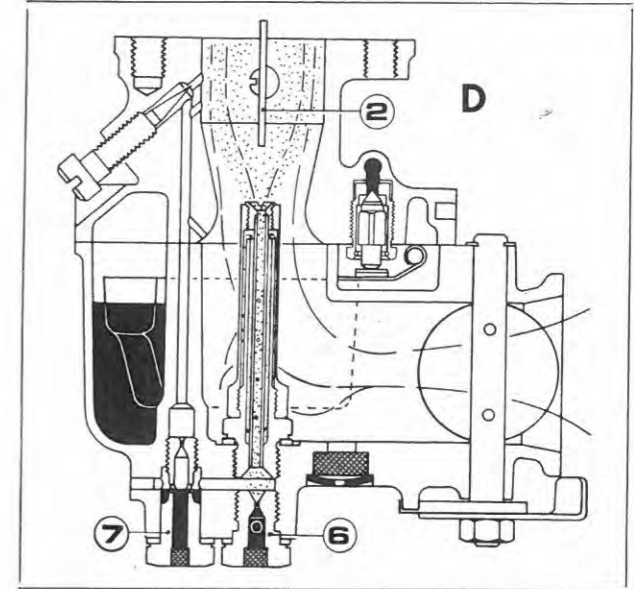

Fig. 38
D - Au maxi., avec le papillon (2) complètement ouvert, on obtient une dépression dans le conduit d'aspiration qui attire du combustible par le gicleur du maxi. (6) tandis que la sortie du mélange s'arrête à cause du manque de dépression dans le conduit du ralenti (7) (Fig. 38).
D - Maximum output: throttle valve (2) is completely open; atmospheric pressure, trying to destroy depression created at the venturi, forces fuel out of the main jet (6), while slow running jet (7) stops fuel supply (Fig. 38).
D - Bei Vollast mit völlig geöffneter Drosselklappe (2) wird in der Mischkammer ein Unterdruck erzeugt, der den Kraftstoff von der Hauptdüse absaugt (6), während der Zufluß des Kraftstoffes aus dem Leerlaufkanal (7) wegen des fehlenden Unterdruckes unterbrochen wird (Abb.38).